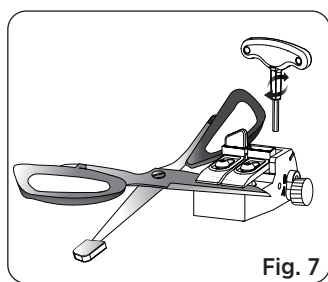

Fig. 7
3. Włóż ostrze nożyczek do zacisków i mocno je dokręć. Upewnij się, że krawędź tnąca jest wyrównana z dolnym blokiem podporowym lub nieznacznie wystaje poza niego. Wyreguluj górne zaciski, aby dopasować je do nożyczek o różnych szerokościach ostrza (Patrz Fig. 7).